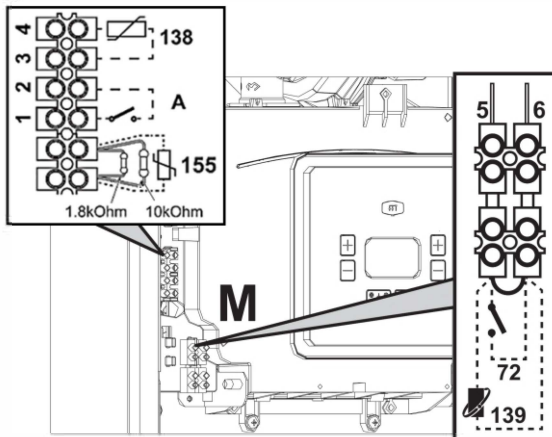
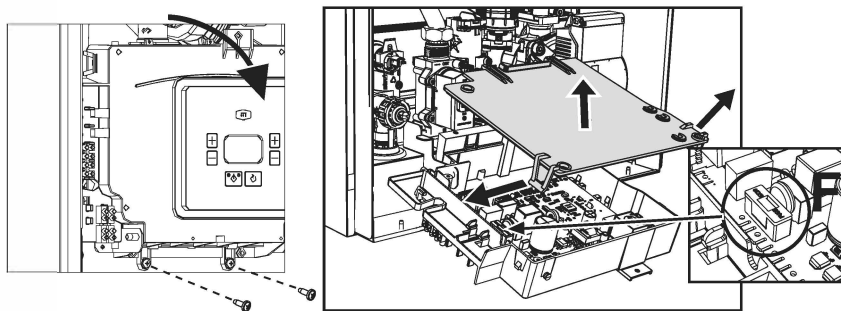

Рис. 18
Рис. 19
- После снятия передней панели (см. «Открытие передней панели» на стр. 32) можно получить доступ к клеммной колодке (M) и предохранителю (F), действуя как показано на рис. 18 и рис. 19. Клеммы, указанные на рис. 18, должны быть с беспотенциальными (сухими) контактами (не 230 В). Расположение клемм для различных соединений показано на электрической схеме на рис. 44.